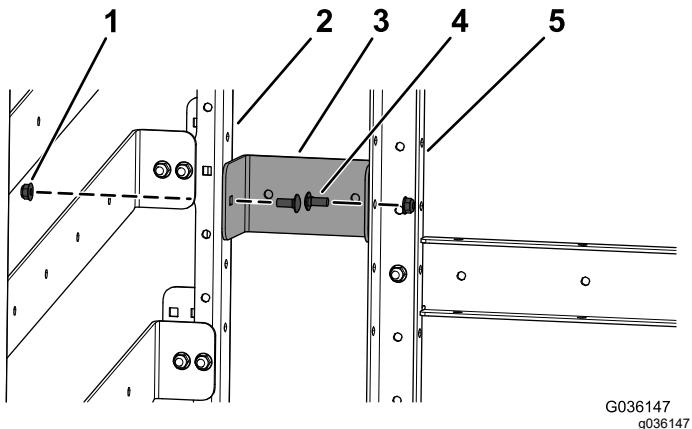
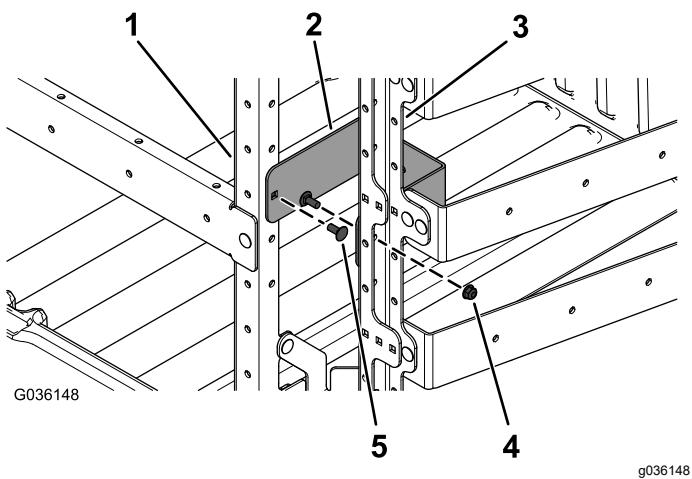

Figura 10
Figura 11
9. Montate il fermo dell'estintore **o** la staffa del tagliabuche sulla staffa del telaio del montante laterale e sulla staffa del telaio del montante anteriore con 2 bulloni a testa tonda (5/16 x $\frac{3}{4}$ ") e 2 dadi flangiati (5/16 poll.) come illustrato nella Figura 10 o nella Figura 11.